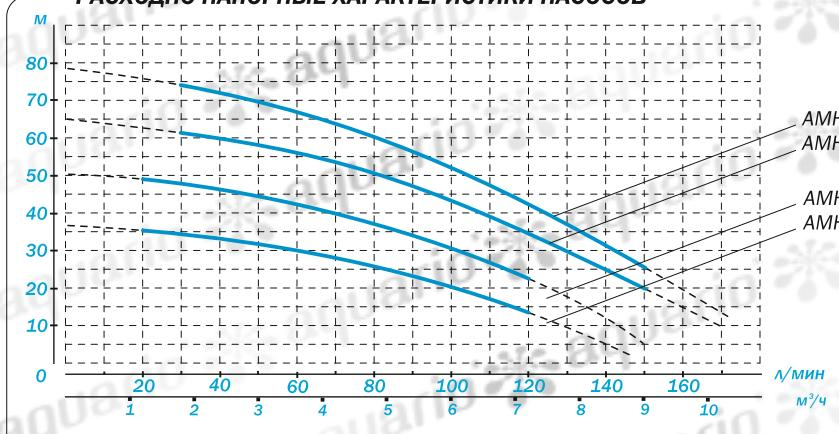

рис. 4
- 4.8 Эксплуатация насоса должна осуществляться в пределах рабочего диапазона, выделенного на его расходно-напорной характеристике (рис.4). Использование насоса вне рабочего диапазона может привести к перегреву двигателя и выходу его из строя.